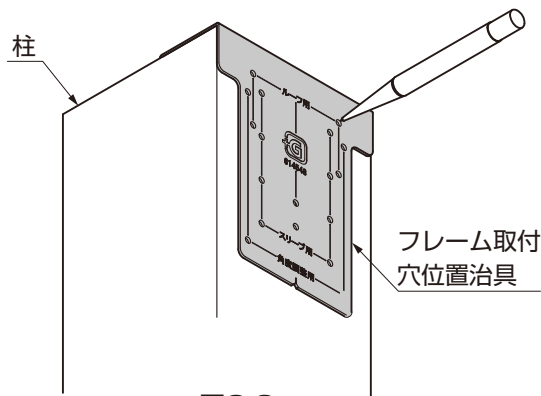

図2-2
①柱の桁取付け面にフレーム取付穴位置治具をあて、穴位置にしるしを付けてください。(図2-2参照)